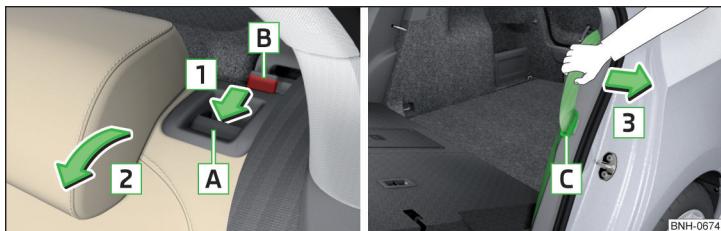

Fig. 55 Rabatarea înainte a spătarului/reglarea disponibilității centurii de siguranță
- Introduceți clema de fixare a centurii de siguranță **C** în orificiul din capitonajul lateral - Reglarea disponibilității » fig. 55.
- Trageți centura de siguranță exterioară înspre capitonajul lateral, în sensul săgeții **3** » fig. 55.